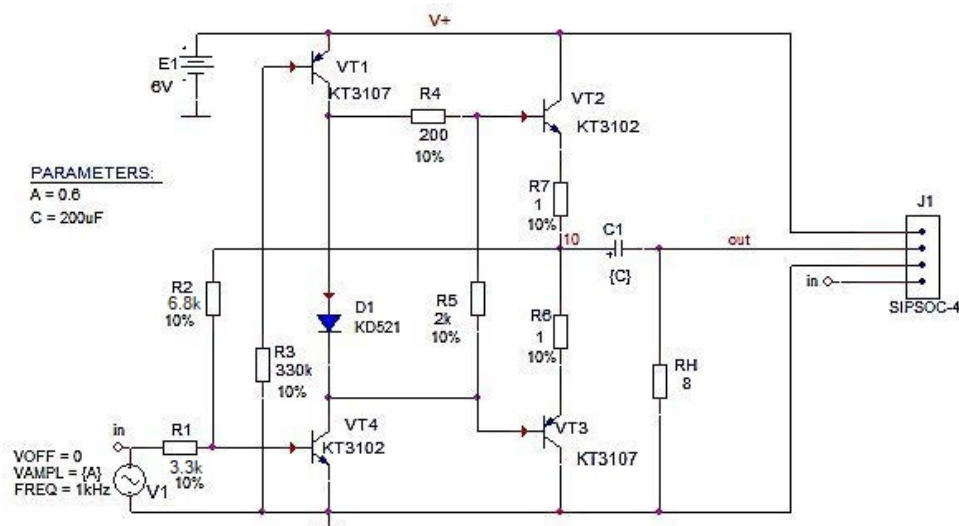

Рис. 3.1. Схема усилителя мощности.
В качестве примера на Рис. 3.1 представлена схема проектируемого усилителя мощности, а на Рис. 3.2 - описание этой схемы на входном языке PSpice.
В таблице 3.1 приведены фрагменты файла задания *tran.cir* и его структура для схемы на Рис. 3.1.
5. Введите схему (Рис. 3.1) в редакторе Capture, не обращая пока внимания на позиционные обозначения элементов. Соппротивления (**R**) и электролитический конденсатор (**C\_elect**) находятся в библиотеке *analog.olb*, транзисторы и диоды - в библиотеке *rus.olb*, независимые источники э.д.с. **VSIN** и **VDC** - в библиотеке *source.olb*. Символы "земля" подключаются командой **Place/Ground** и выбором элемента **0** из библиотеки *source.olb*
7. Проследите, чтобы имена цепей *in*, *out*, *V+*, **10** (остальные цепи можно не именовать), и имена всех компонентов и источников э.д.с. *VI*, *E1* на Вашей схеме соответствовали обозначениям Рис. 3.1. Имена цепям присваиваются командой **Place/Net Alias**. Изменение имен компонентов и их величин - двойным щелчком левой кнопки мыши на соответствующей надписи.